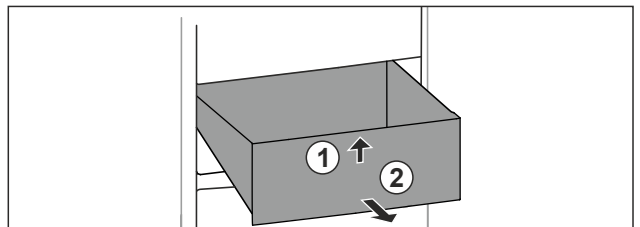

Fig. 136
- ▶ Schubfach vorne anheben. Fig. 136 (1)
- ▶ Schubfach nach vorne entnehmen. Fig. 136 (2)